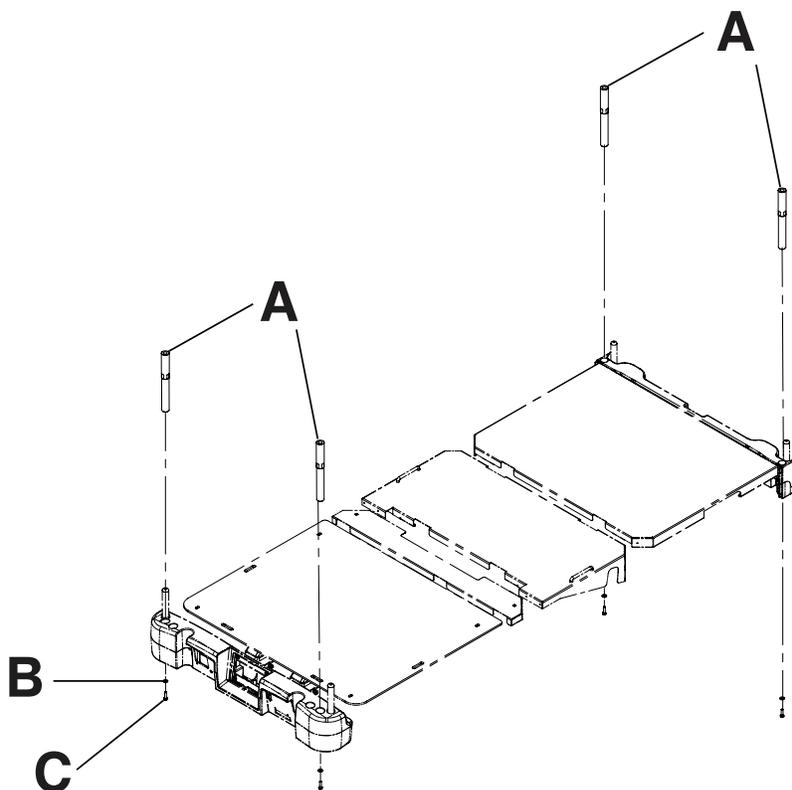

Figure 127 – Gaines de traction
1. Installer les gaines de traction dans les logements situés du côté tête et du côté pieds du produit (A) (Figure 127).